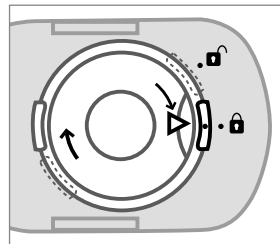

Рис. 3
5. Закройте крышку ингаляционной камеры обратно, повернув ее по часовой стрелке, так, чтобы маркер «▶•» указывал на «•🔒» (рис. 3).